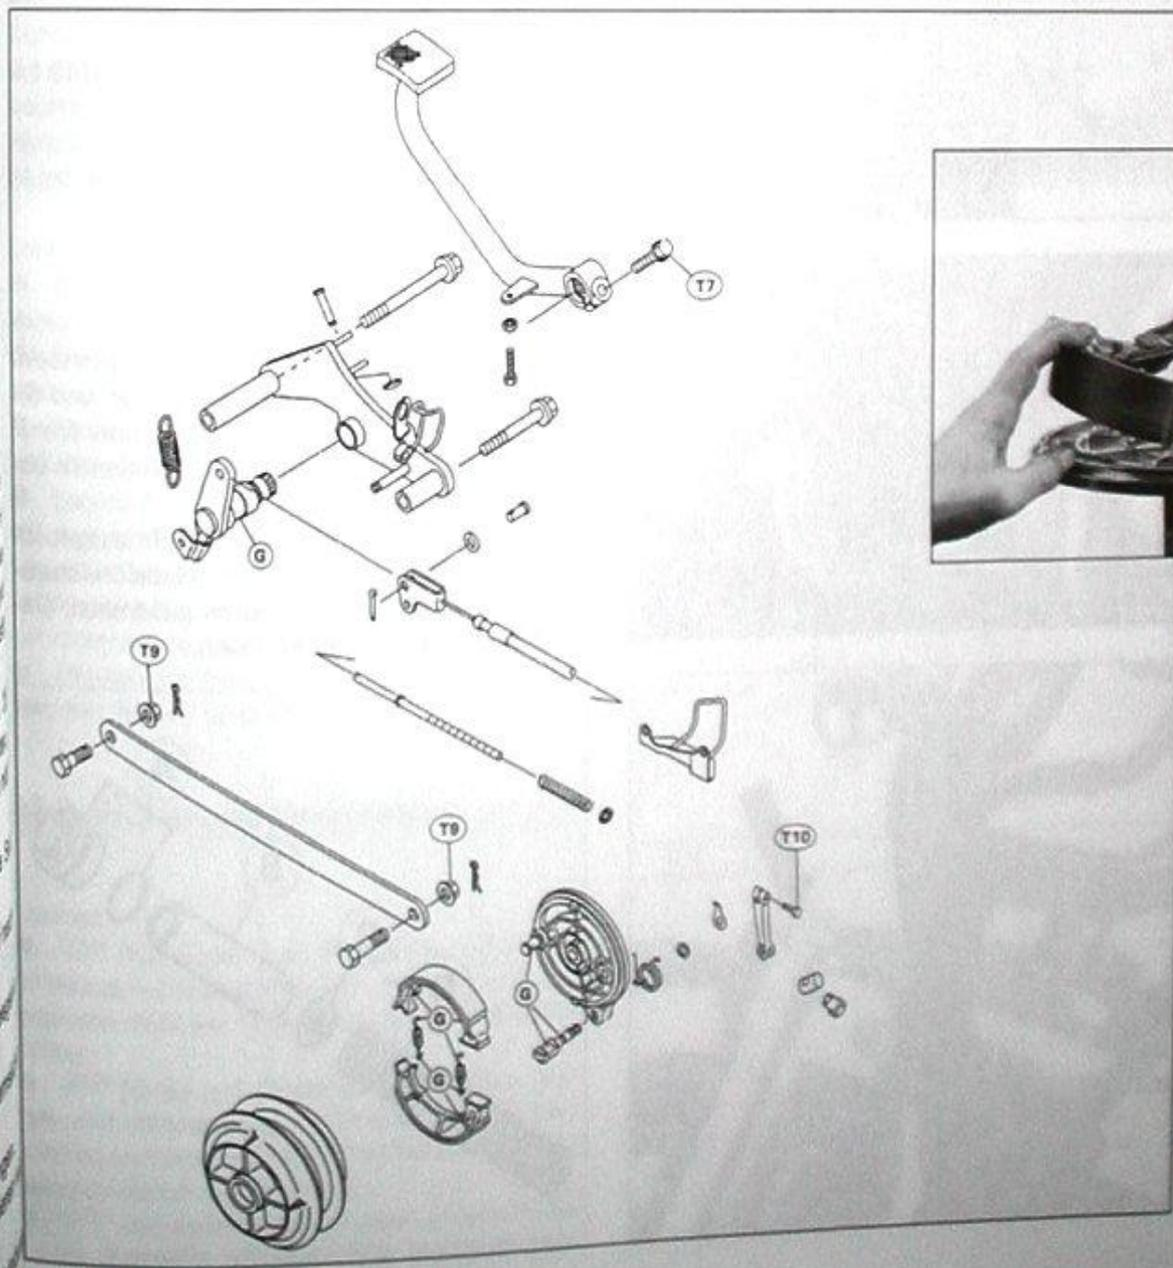

Bild 256
- Federn an Bremsbacken einsetzen und Bremsbacken auf Trommel drücken (Bild 256).